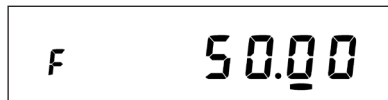

Рисунок 5.20
5.2.6.6 Окно «Частота сети» (рисунок 5.20)